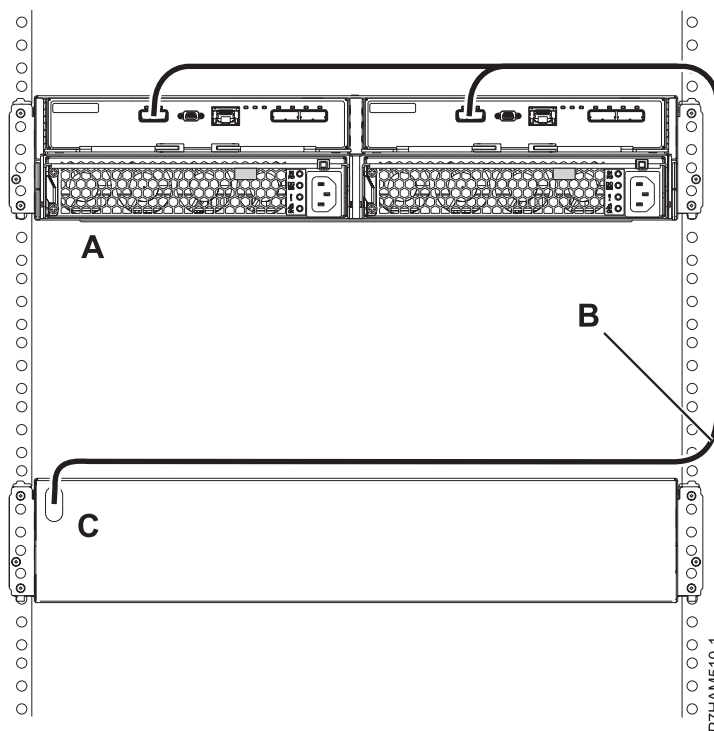

Figura 34. Connexió en mode 1 d'un allotjament d'unitats de disc 5887 utilitzant un cable YI a un sistema que admeti un únic calaix SAS
8. Realitzeu la connexió en mode 1 d'un allotjament d'unitat de disc 5887 **(A)** utilitzant un cable YI **(B)** a un sistema que admeti un únic calaix SAS **(C)**, tal com es mostra a la Figura 34.